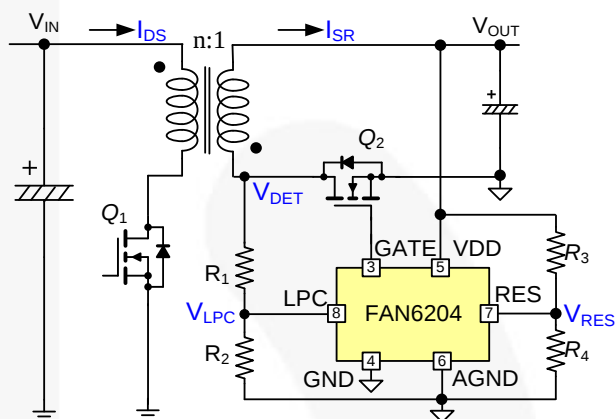
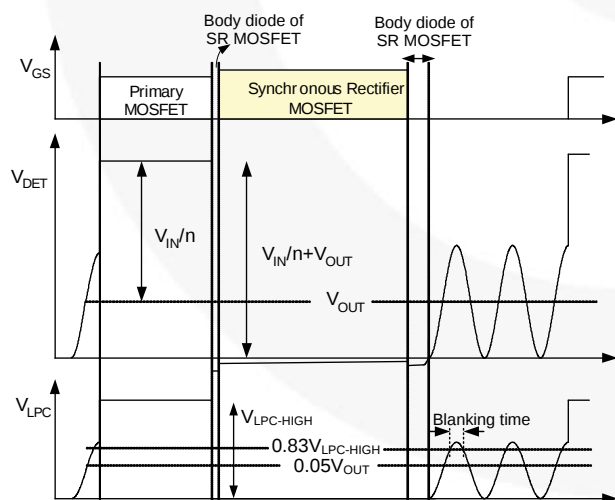

图 1. 反激转换器的典型应用电路
图 3. 采用 FAN6204 时 QR 反激变换器的典型波形
本应用指南给出了飞兆半导体次级同步整流 (SR) 控制器 FAN6204 的设计要点, 适用于连续导通模式 (CCM)、断续导通模式 (DCM)、准谐振 (QR) 反激式转换器以及双管正激续流整流 (图 1 和图 2)。
如图 1 所示, LPC 和 RES 引脚的电阻需要根据 LPT 控制进行适当设计。根据图 3, 当 LPC 端电压在一个消隐时序 (t_{LPC-EN}) 内高于 V_{LPC-EN} 时, SR 的栅极准备输出。当 LPC 端电压跌落到低于 $V_{LPC-TH-HIGH}$ ($0.05 V_{OUT}$) 时, SR MOSFET 开始输出。因此, V_{LPC-EN} 必须高于 $V_{LPC-TH-HIGH}$, 否则 SR MOSFET 不能导通。所以, LPC 端的分压器 R_1 和 R_2 , 应该满足下式: